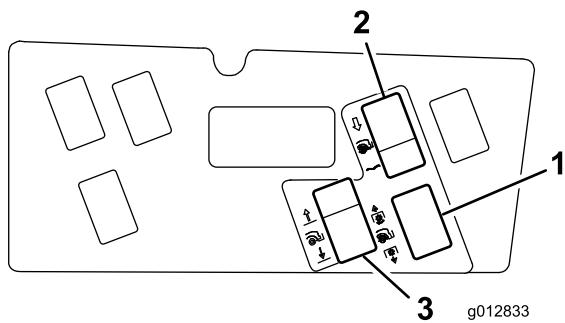

図 29
10. パネルの表面をきれいにして穴を取り囲むようにデカルを貼り付ける図 29。
11. できた穴にスイッチを入れる図 29。